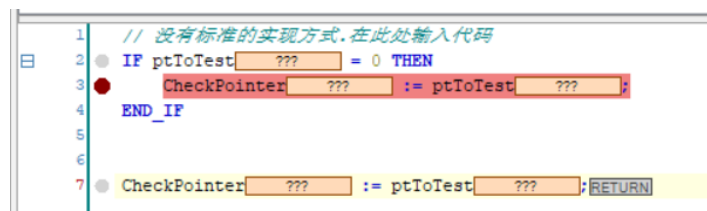

图 14.14 添加断点
- 5) 在新增代码处添加断点，如图 14.14 所示，并激活（快捷键 F9）；